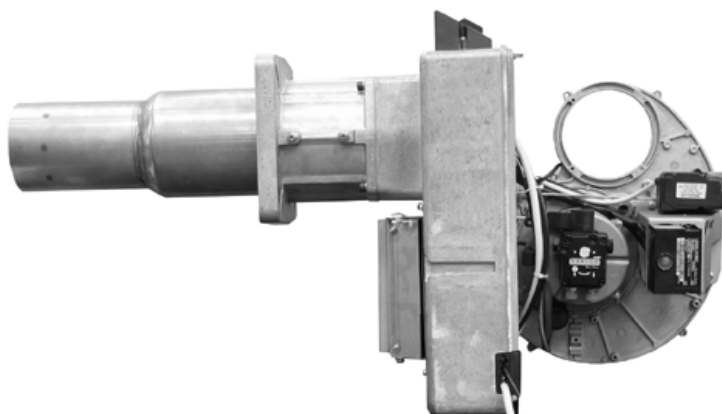

Fig. 46
- Montati componentele pe sasiul arzatorului asa cum este indicat in Fig. 46.